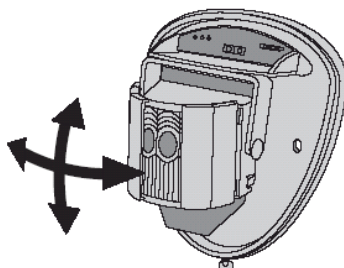

fig. 9
- Se si monta il rivelatore più in alto rispetto alle recinzioni, ruotare il modulo e schermare eventuali fasci (in verticale o in orizzontale) che fuoriescano dall'area da coprire. Fissare il nastro autoadesivo trasparente sul lato liscio della lente, come rappresentato negli schemi della pagina successiva. Riposizionare sempre la lente nel modo corretto per ottenere lo schema di copertura illustrato (la parte superiore della lente Fresnel è contrassegnata con TOP). **Vedere fig. 9.**